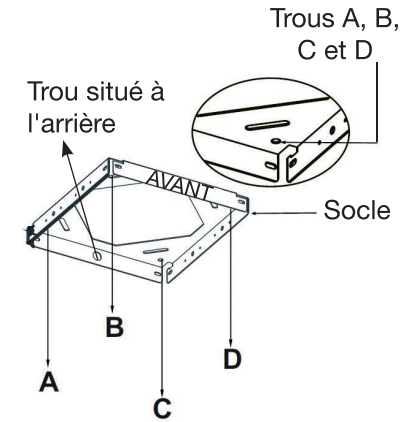

FIGURE 4
1) Installation du socle (Figure 4)
1. Veillez à ce que la partie avant du socle soit dans le sens souhaité de la hotte (voir **Figure 4**).